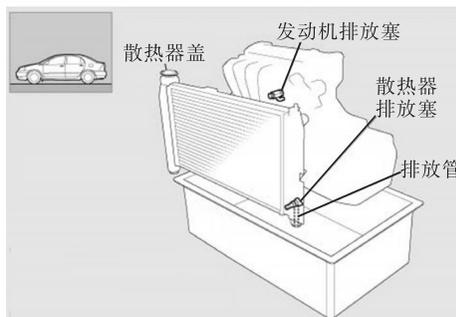

图 1-13 排放发动机冷却液
- ①更换发动机冷却液
- 排放发动机冷却液（如图 1-13 所示）